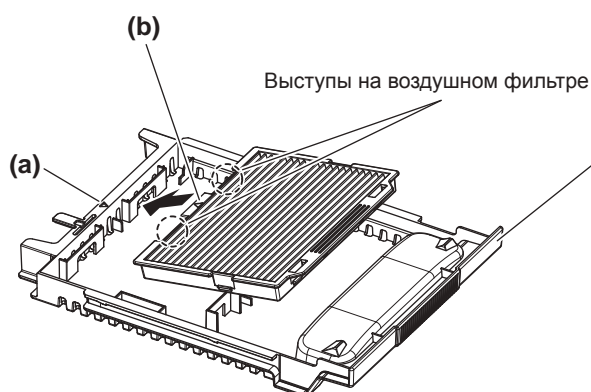

Рис. 1
- Прикрепите воздушный фильтр, совместив пометки ( $\triangle$ ) на участках (а) и (b) и вставив выступы на воздушном фильтре в корпус воздушного фильтра. (Рис. 1)